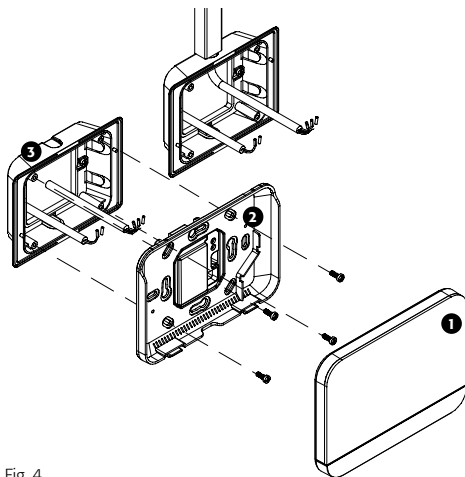

Fig. 4
2. Effettuare i collegamenti elettrici, rispettando la polarità e le connessioni come da Fig. 4
4. Effettuare i collegamenti elettrici, rispettando la polarità e le connessioni come da Fig. 4